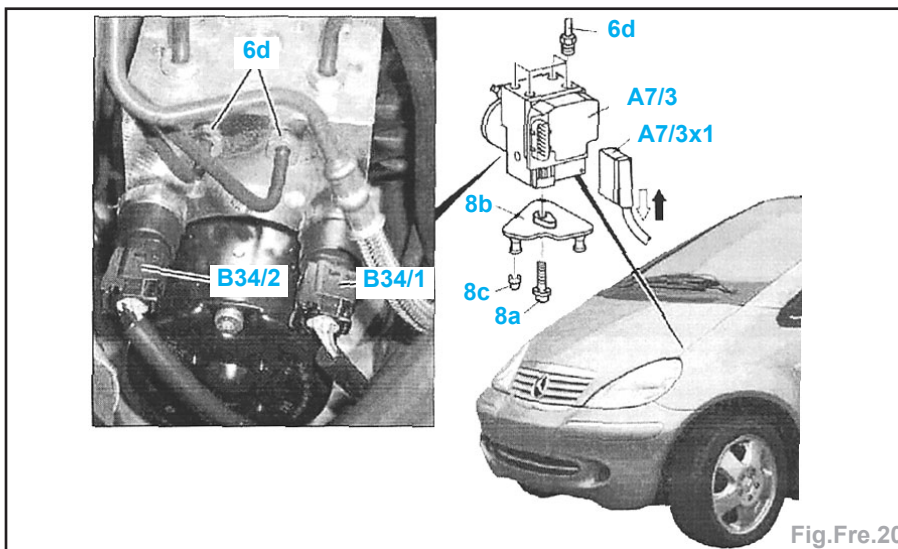

Fig.Fre.20
- Ramener le pousse-pédale (080) en arrière jusqu'à ce que le manomètre affiche encore une pression d'environ 3 bars.
- Débrancher les connecteur (B34/1) et (B34/2) sur les véhicules à partir du 01/03/2001 (Fig.Fre.20).